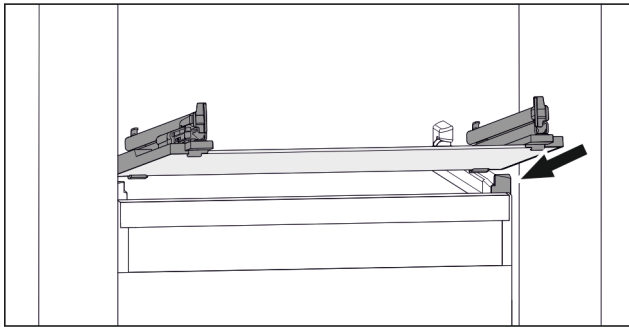

Fig. 119 Beispielhafte Darstellung der Glasplatte
- ▶ Glasplatte schräg hinter den Stoppeln aufsetzen. (zie Fig. 119)